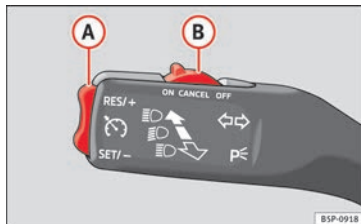

Fig. 136 Leva degli indicatori di direzione e degli abbaglianti: comando e tasto doppio del regolatore di velocità.
» **fig. 136 A**.
» **fig. 136 A** per aumentare la velocità. La velocità sale finché si tiene premuto il tasto. Il sistema memorizza come parametro di riferimento la velocità raggiunta nel momento in cui si lascia andare il tasto.
- Premere la parte inferiore del tasto doppio **SET/-** » **fig. 136 A** per ridurre la velocità. La velocità diminuirà automaticamente ed in maniera costante per tutto il tempo che si tiene premuto il tasto. Il sistema
Se si riduce la velocità schiacciando il pedale del freno, il regolatore si disattiva. Per riattivare il regolatore di velocità si deve premere una volta sulla parte superiore del tasto **RES/+** » **fig. 136 A**.